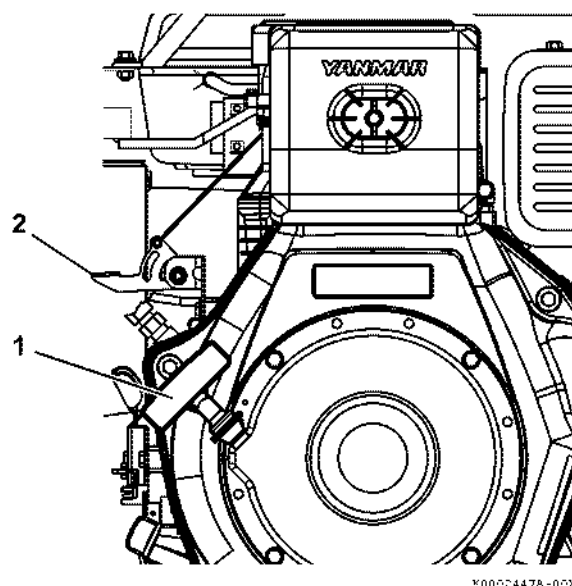

Рис. 55
- Возьмитесь за ручку ручного стартера (Рис. 55, (1)).
- Опустите вниз рычаг сброса давления (Рис. 55, (2)), пока он не зафиксируется в этом положении, и отпустите его.